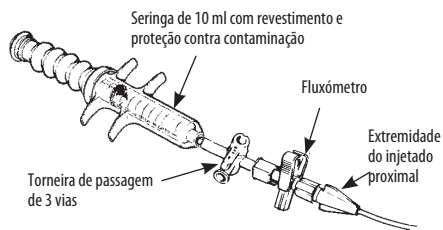

Figura 3. Fluxômetro ligado ao lúmen de injetado do cateter
Quando utilizado em conjunto com a sonda de temperatura do injetado, o fluxômetro (Modelo 93505) permite a medição direta da temperatura do indicador térmico no local de infusão do lúmen proximal. A medição da temperatura do injetado no local de infusão ajuda a reduzir a ocorrência de erros detetada frequentemente em técnicas de injeção padrão (por exemplo, aquecimento do injetado causado pelo manuseamento da seringa). A temperatura do injetado é indicada diretamente pela sonda de temperatura do injetado no monitor do doente, de modo a permitir a análise de variação e a determinação do débito cardíaco. É necessário introduzir uma constante de cálculo adequada no computador para determinar o débito cardíaco correto. É necessário colocar uma torneira de passagem de 3 vias perto do fluxômetro (Figura 3) para a manutenção padrão do cateter e a drenagem de fluido.
1. Verifique se o percurso do fluido está completamente isento de ar. Fixe o fluxômetro à torneira de passagem do lúmen de injetado do cateter. (Figura 3)